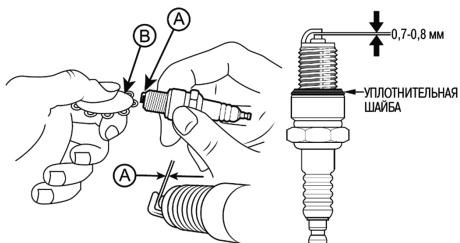

Рис. 22 Проверка зазора между электродами
4. Измерьте зазор А между электродами свечи зажигания специальным щупом В. Зазор А должен быть $0,7 - 0,8$ мм (Рис. 22). При увеличении или уменьшении требуемого зазора, рекомендуется заменить свечу, так как регулировка зазора может привести к изменению качества искрообразования.